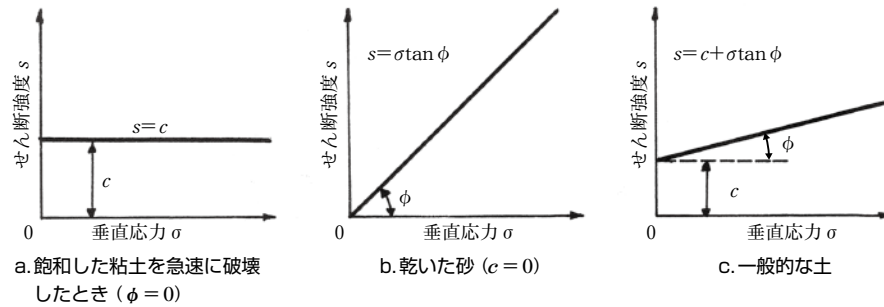

図 1-2 土の種類によるせん断強度
②せん断強度式における $c$ や $\phi$ は、土の強度定数と呼ばれる。
③粘着力 $c$ は土粒子間の結合力に基づくもので、砂やれきなど粗粒土の場合、ほとんど0である。
④代表的な土質別のせん断強度は、図1-2で表される。
⑤土のせん断強さは、同じ土でも含水量や外力によって変わってくる。